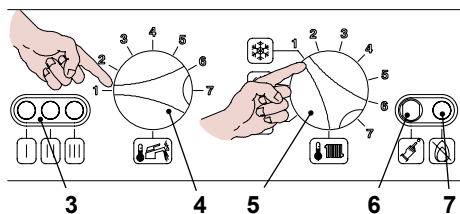
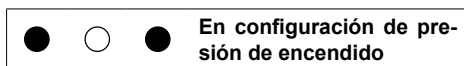
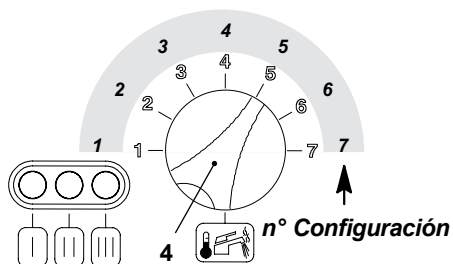
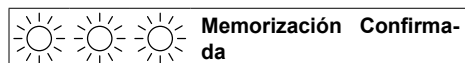

Fig. 7.7
Fig. 7.8
Fig. 7.9
Fig. 7.11
- Ponga el selector 5 como se muestra en Fig. 7.7; la luz de aviso 3 parpadea cada 2 segundos aproximadamente.
- Mantenga presionado el pulsador de restablecimiento 6 en Fig. 7.7 durante unos 10 segundos, la luz de bloqueo 7 en Fig. 7.7 iniciará a parpadear.
- Para programar la presión de encendido del quemador, los indicadores luminosos 3 en Fig. 7.7 deben resultar como en Fig. 7.8 (leyenda indicadores en pág. 7)
- Si no se visualiza esta secuencia, presione el pulsador de restablecimiento 6 en Fig. 7.7 Si no se visualiza esta secuencia, presione el pulsador de restablecimiento.
Para visualizar la programación, mantenga presionado el pulsador de restablecimiento 6 en Fig. 7.7 durante unos 5 segundos. Los indicadores 3 en Fig. 7.7 parpadean un número de veces equivalente a la configuración (Fig. 7.9).
- Para cambiar la configuración, gire el pomo de regulación de temperatura de los circuitos sanitarios 4 en Fig. 7.7 y llévalo a la posición determinada Fig. 7.9 véase también Fig. 7.10 (en la figura el pomo se ha programado en la posición 5), la lámpara de señalización de bloqueo en la Fig. 7.7 parpadeará rápidamente.
- Para memorizar la configuración, presione el pulsador de restablecimiento 6 en Fig. 7.7 durante unos 5 segundos, todos los indicadores luminosos 3 en Fig. 7.7 parpadean a la vez como en Fig. 7.11 (leyenda indicadores en pág. 7)